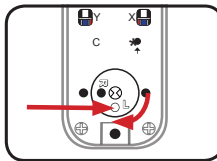

Fig.3
3. Enlevez la goupille située dans le trou «R» et tournez le disque dans le sens des aiguilles d'une montre de manière à ce que le «L» soit en bas, comme indiqué sur la Fig.3.